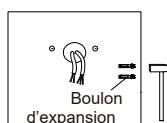

figure 9
Étape 2 : enfoncez les boulons d'expansion (inclus) dans le mur. (figure 9);